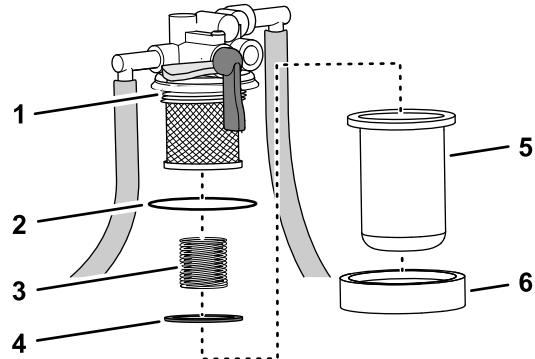

図 68
3. フィルタヘッドについているOリングの状態を点検する図 68。
5. スプリングとフロートをボウルに組み付ける図 68。
6. フィルタヘッドにボウルとナットを取り付けてナットを手締めする図 68。
1. 燃料フィルタボウルの下に回収容器を置き、ボウルのナットを外してフィルタヘッドからボウルを外す図 68。